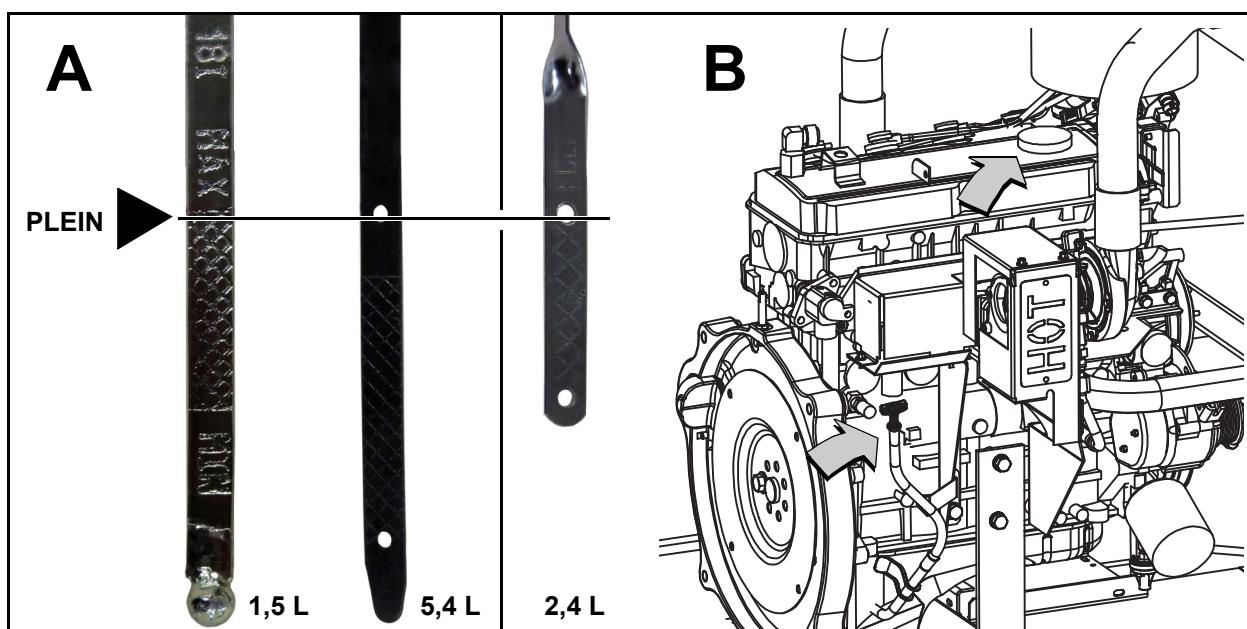

Figure 5-7. Jauge pour le niveau d'huile et bouchon de l'orifice de remplissage
- Retirez la jauge d'huile et essuyez-la complètement avec un chiffon propre et non pelucheux. Voir la partie B de la Figure 5-7
7. Vérifiez que le niveau d'huile est à la marque FULL (plein) ou près de cette dernière. Ajoutez de l'huile si nécessaire. Voir la partie A de la Figure 5-7